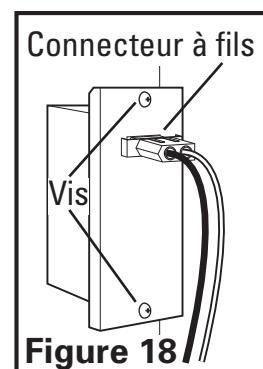
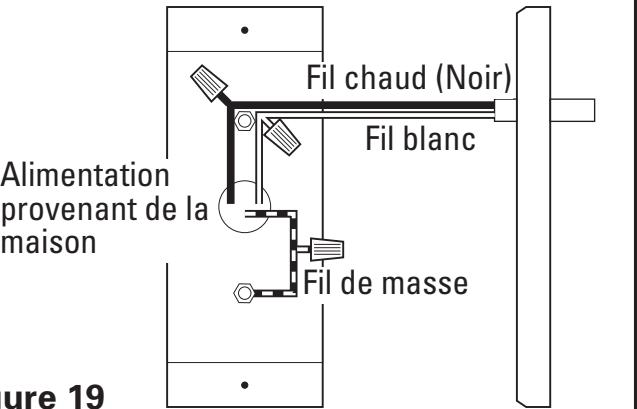

Figure 18
Figure 19
1. Enlever les deux vis du couvercle du compartiment de câblage pour obtenir l'accès au compartiment de câblage (Figure 18). Raccorder le fil blanc de la hotte au fil blanc de l'alimentation, et le fil noir de la hotte au fil noir de l'alimentation. Raccorder le fil de mise à la terre de la maison (fil nu ou vert) au fil de mise à la terre (vert) de la hotte. Utiliser des méthodes approuvées pour toutes les connexions (Figure 19).
2. Replacer le couvercle du compartiment de câblage et serrer les vis. Assurez-vous que tout le câblage est fermement contenu dans le compartiment à câblage. Si le connecteur rapide de fils a été enlevé du réceptacle, le replacer. Le connecteur ne s'ajusterà que d'une seule façon dans le réceptacle (Figure 18).